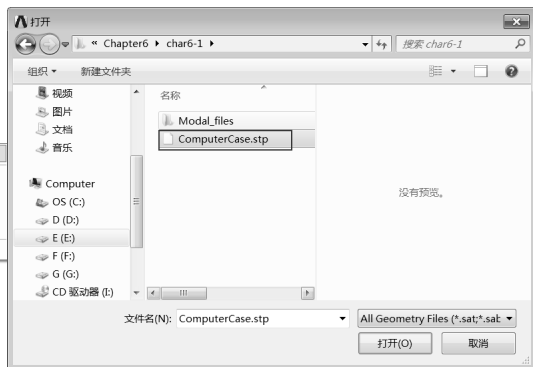

图 6-6 “打开”对话框
Step2 :在弹出的“打开”对话框中选择文件路径,导入 ComputerCase.stp 几何体文件,如图 6-6 所示,此时 A3 Geometry 后的 ? 变为 ✓,表示实体模型已经存在。